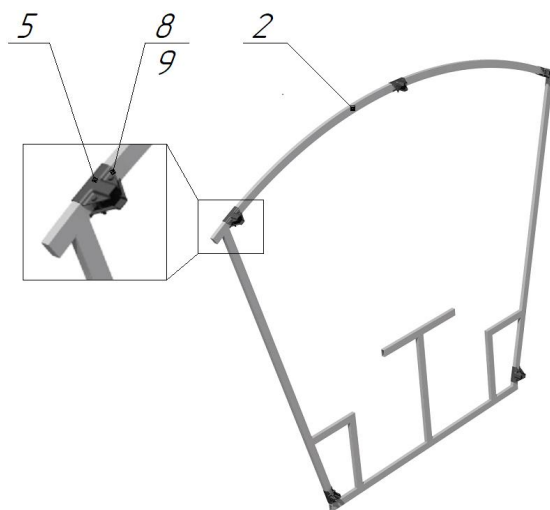

Рис.3 Монтаж крепления-спайдер «Т-образного»
4. Закрепить на торцевые арки Поз.2 крепление-спайдер «Т-образный» Поз.5 с помощью болтов Поз.8 и гаек Поз.9. Гайки НЕ ЗАТЯГИВАТЬ (рис.3).